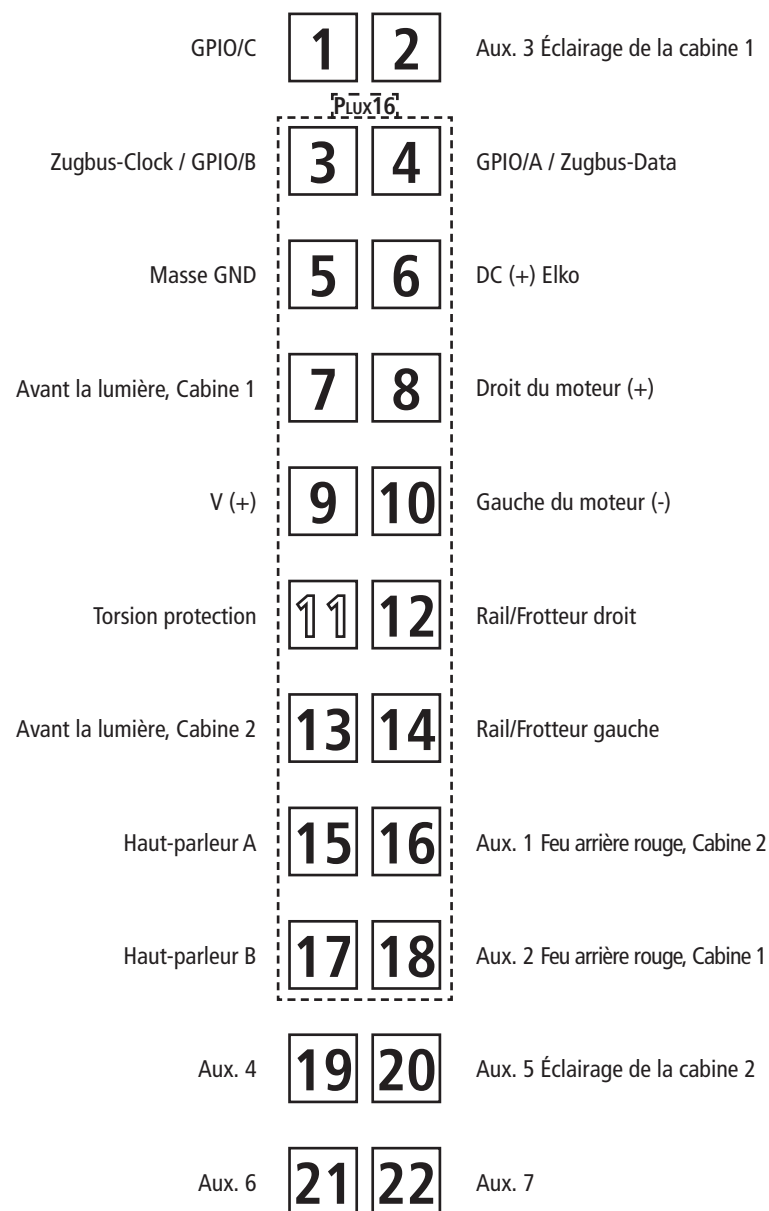

Fig. 7
2. Schmierung: Versehen Sie die im Schmierplan in Fig. 7 gekennzeichneten Stellen mit nur **kleinen Öltropfen**. Dazu zuerst das Lokgehäuse abnehmen (Fig. 3a). Wir empfehlen den **ROCO Öler Art.-Nr. 10906**. Fürs Schmieren der Getriebeteile (Zahnräder, Schnecke) empfehlen wir das **ROCO-Spezialfett Art.-Nr. 10905**. Im Falle der Schmierung diese Teile **nicht ölen**.
2. Lubrication: Apply **tiny oil drops** to spots marked in fig. 7. Prior to lubrication dismantle locomotive (fig. 3a). We recommend using item no. **10906, Roco oiler**. For lubrication the gearparts (e.g. cogwheels, worm) we should recommend our Roco **special grease** (item no. **10905**).
2. Graissage: N'appliquez **qu'une tout petite goutte** aux endroits indiqués par le plan de graissage (fig. 7) après avoir démonté la caisse de la locomotive (fig. 3a). Nous vous recommandons **le graisseur à huile Roco réf. 10906**. Pour graisser les engrenages (roues dentées, vis sans fin) nous vous conseillons la **graisse spéciale Roco réf. 10905** pour engrenages en matières synthétiques. Lorsque vous utilisez cette graisse il faut éviter d'huiler ces composants.